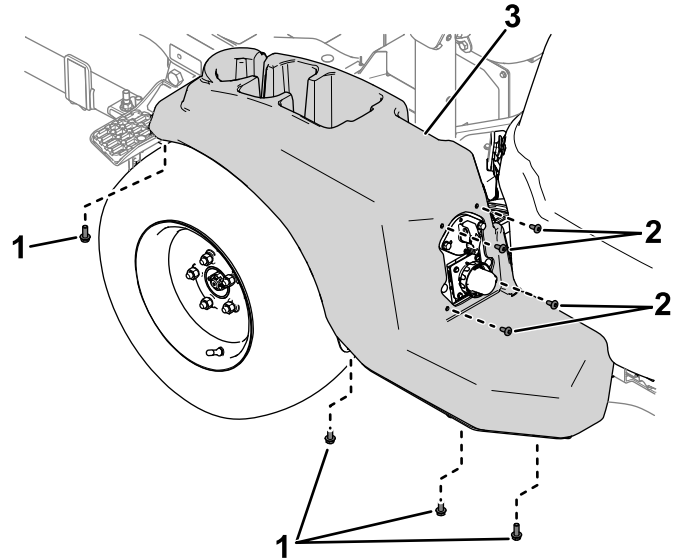

Bild 4
3. Verwenden Sie die zuvor entfernten Schrauben, um die Abdeckung an der linken Seite der Maschine zu befestigen. (Bild 4).